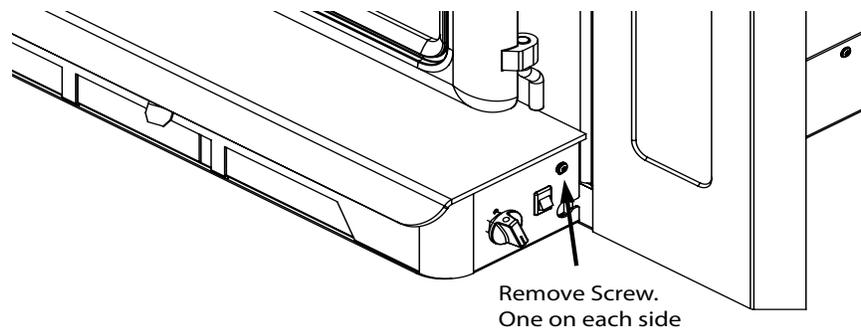

Figure 8: Retrait du boîtier du ventilateur..
2. Air ambiant : Retirer les deux vis de la plaque décorative du centre sous la bordure du cendrier. Retirer les vis qui retiennent le couvert d'entrée d'air ambiant dans le fond de l'appareil et disposer du couvert. Replacer la plaque décorative et fixer à l'aide des deux vis (Figure 8). De cette façon, l'air de combustion proviendra de l'intérieur de la pièce depuis le devant de l'appareil.